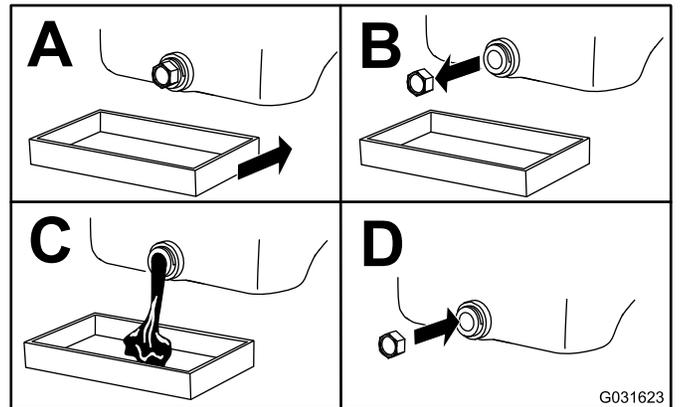

Рисунок 43
4. Замените масло в двигателе, как показано на Рисунок 43.